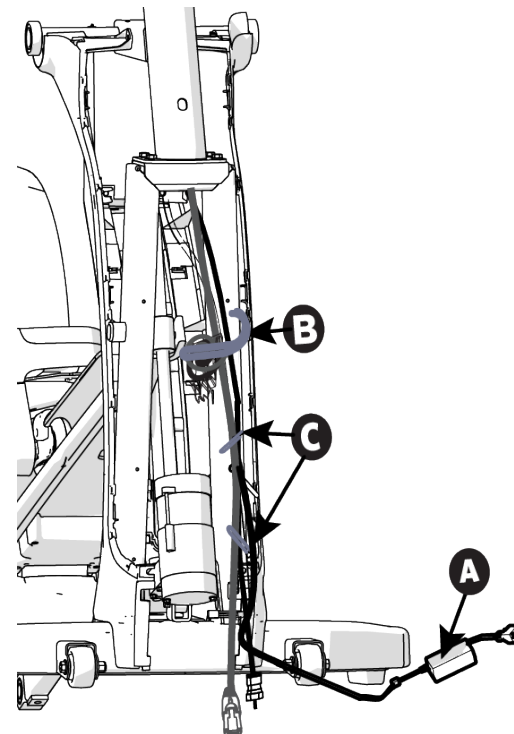

Рисунок 5
1. Сверните все кабели — коаксиальный, удлинитель питания **A** и Ethernet — и, придерживая источник питания на держателе одной рукой, другой рукой зафиксируйте его на вертикальной опоре с помощью стяжки (см. рисунок 5).